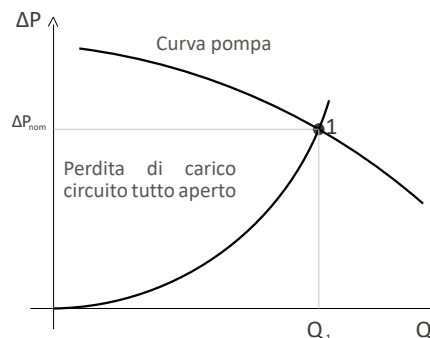

Fig. 1
In fig. 1 si può vedere la perdita di carico del circuito totalmente aperto; l'intersezione con la curva della pompa individua il punto di lavoro (1). Si individua quindi la perdita di carico  $\Delta P_{nom}$  di progetto.